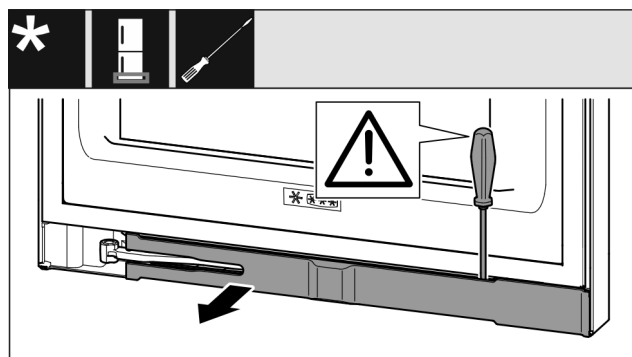

Fig. 13
- ▶ При помощи шлицевой отвертки освободите накладку и отведите в сторону Fig. 13 ().